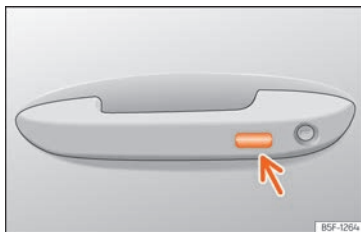

Fig. 101 Manecilla de la puerta: superficie sensora.
- **O BIEN** mediante el sistema Keyless Access (sólo cierre): Mantenga un dedo durante algunos segundos sobre la superficie sensora de bloqueo » » » **fig. 101** (flecha) de la manecilla de la puerta para que se cierren las ventanillas y el techo. Si deja de tocar la superficie sensora se interrumpe la función de cierre.
- Mantenga un dedo durante algunos segundos sobre la superficie sensora de bloqueo ➡ **fig. 101** (flecha) de la manecilla de la puerta para que se cierre el techo. Si deja de tocar la superficie sensora se interrumpe la función de cierre.